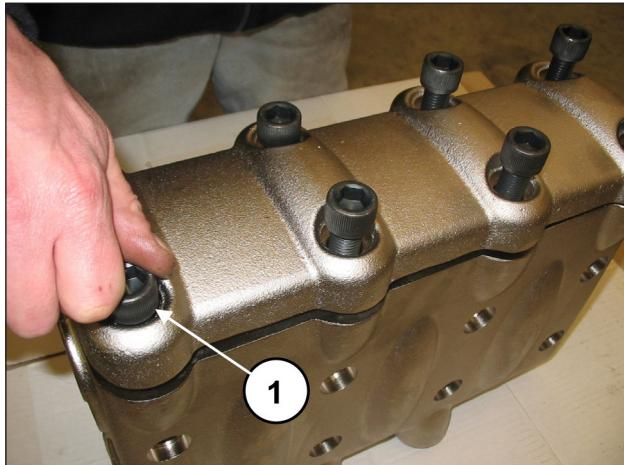
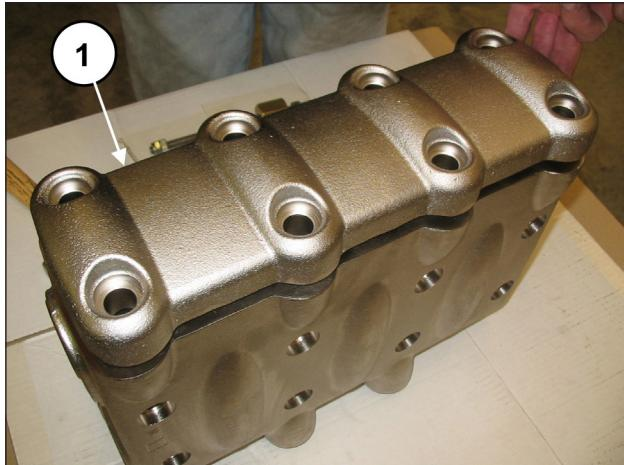

图 88
图 89
拧松阀盖的8个M16x55螺栓（①，图 88）并拆除阀盖（①，图 89）。